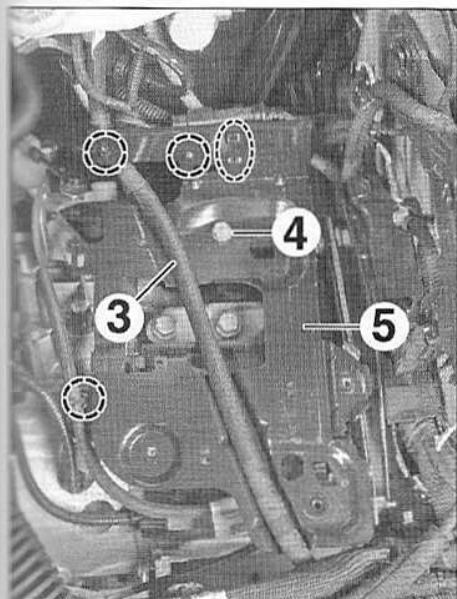

FIG.150
- Dégrafer et écarter les faisceaux attenants au support de batterie (Fig.150).
- Libérer le faisceau (3).
- la vis (4),
- le support de batterie (5).